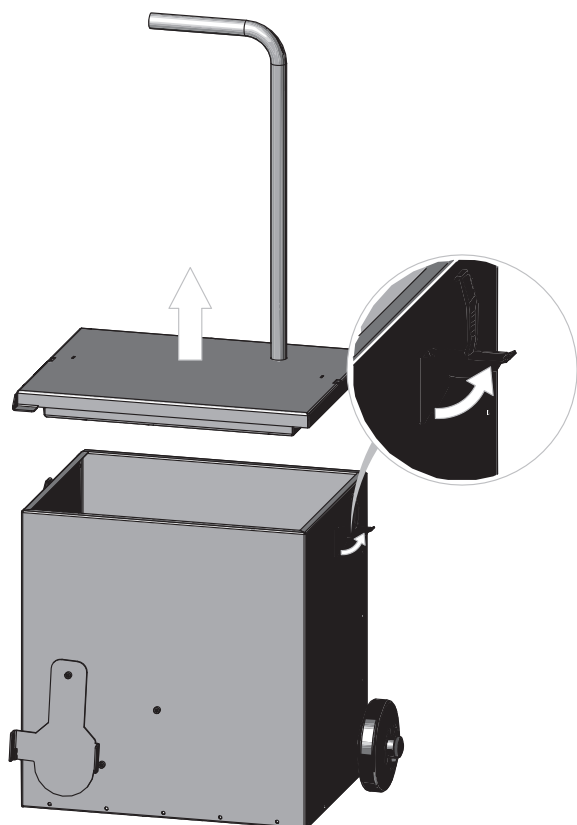

Fig. 53
- ▶ Défaire les fermetures à genouillère latérales du bac à cendres, enlever le couvercle et vider le bac à cendres – Fig. 53.